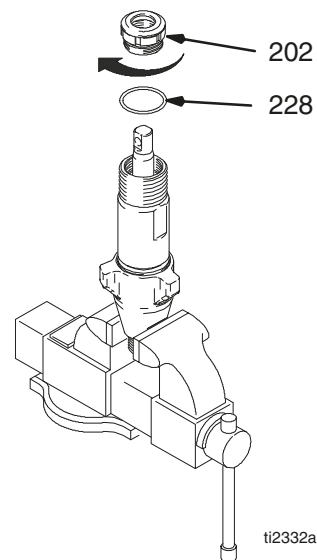

Fig. 20
Fig. 20. Serrez le joint et l'écrou du presse-étoupe (202) sur l'entretoise de réglage du presse-étoupe (228) à 15,8 ± 1,1 N-m (140 ± 10 po-lb) ; 11,3 ± 1,1 N-m (100 ± 10 po-lb) pour 244197, 244224, 244201, 245904.